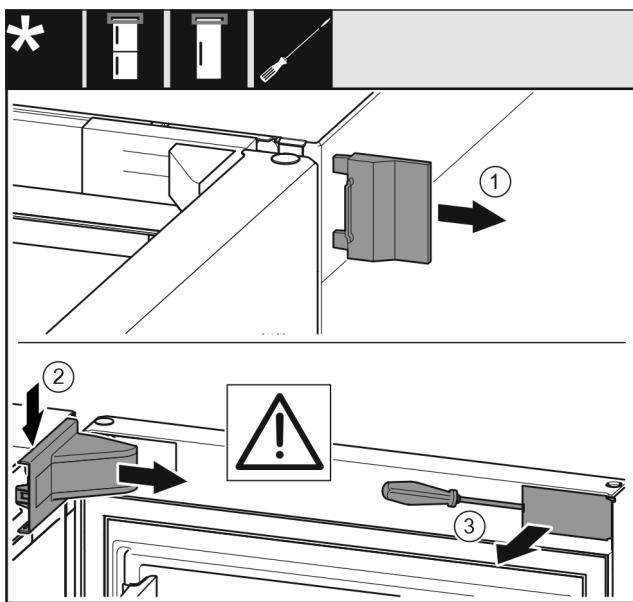

Fig. 8
- ▶ Detașați apărătoarea exterioară. Fig. 8 (1)
- ▶ Deblocați și desfaceți apărătoarea suporturilor de lagăr. Detașați apărătoarea suporturilor de lagăr. Fig. 8 (2)
- ▶ Deblocați masca cu șurubelnita plată și pivotați-o în lateral. Fig. 8 (3)